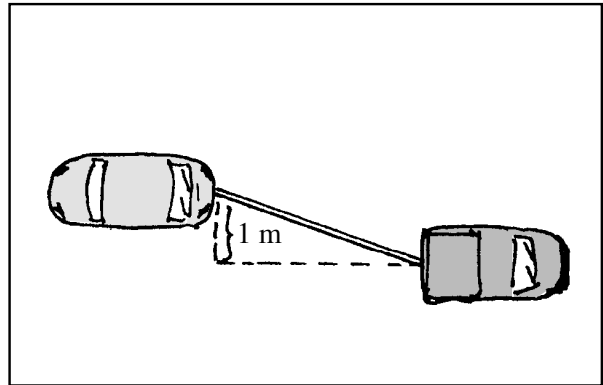

Fig. 6.36. Per l'esercizio 2
2. Un'auto ne traina un'altra. Le auto viaggiano nella stessa direzione ma sono sfasate lateralmente di 1 m, fig. 6.36. La corda di traino è lunga 3 m. Attraverso la corda fluisce una corrente di quantità di moto di 500 N. Che corrente di quantità di moto contribuisce al moto dell'auto trainata?